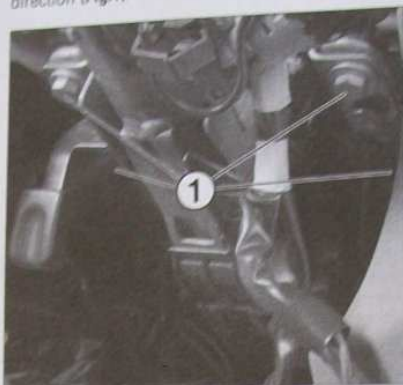

FIG.1
- Déposer les 4 vis de fixation (1) de la colonne de direction (Fig.1).